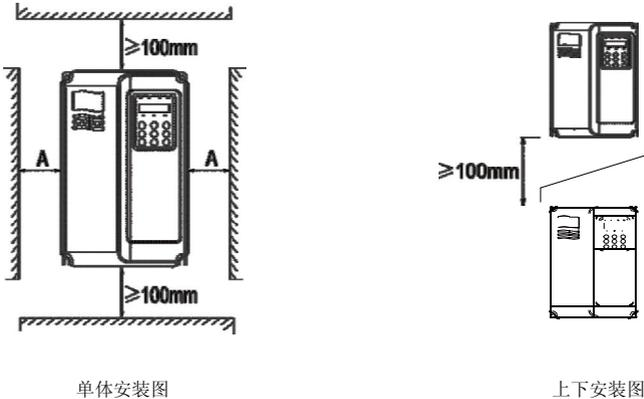

图 3-1 PC6000 变频器安装示意图
是并排安装。在需要上下安装的情况，请参考图 3-1 的示意，安装隔热导热板。
- 2) 安装空间遵照图 3-1 所示，保证变频器的散热空间。但布置时请考虑柜内其它器件的散热情况。